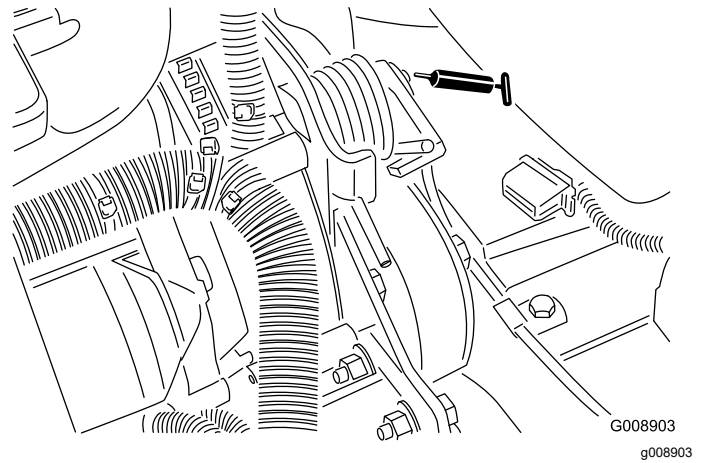

Figura 65
- Perno di tensionamento della cinghia (Figura 65)